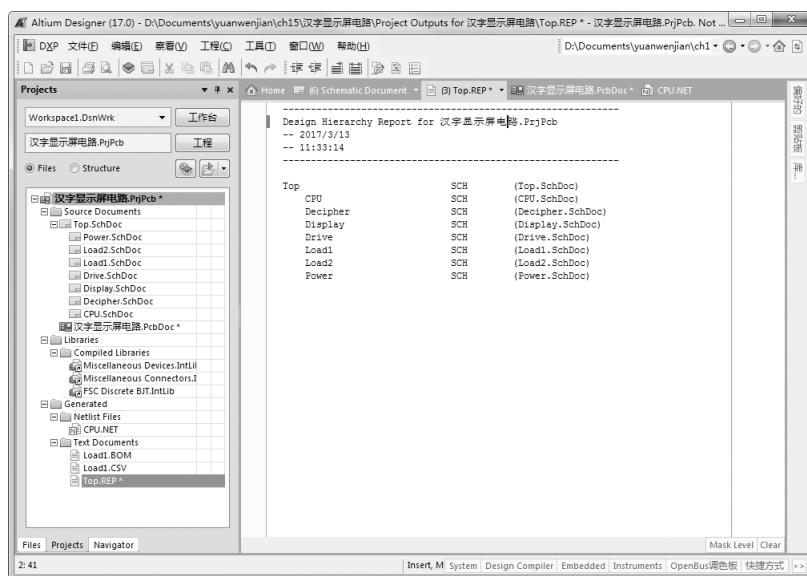

图 15-62 “汉子显示屏电路.REP”文件
(1) 打开项目中的任意一个原理图文件，选择菜单栏中的“报告”→“Report Project Hierarchy”（项目层次结构报表）命令，然后打开“Projects”（工程）面板，可以看到系统已经生成一个“汉子显示屏电路.REP”报表文件。
(2) 打开“汉子显示屏电路.REP”文件，如图 15-62 所示。在报表中，原理图文件名越靠左，该原理图层次就越高。